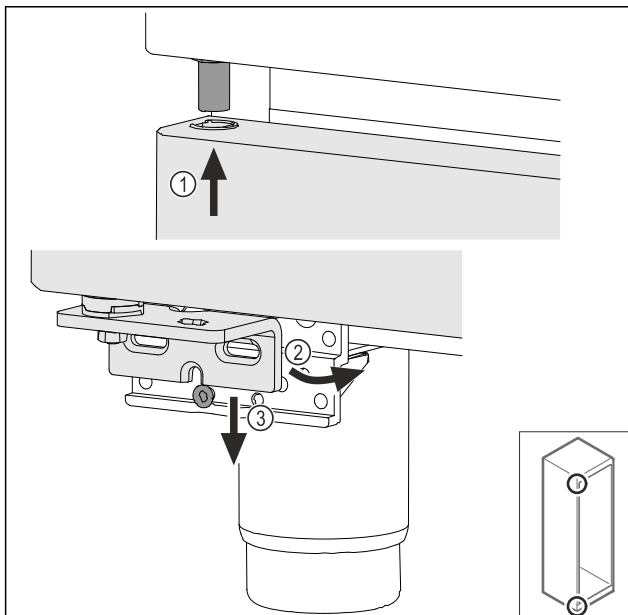

Fig. 39
- ▶ Inserire la porta leggermente inclinata in alto Fig. 39 (1), addezzare la porta Fig. 39 (2) e posizionarla in basso sulla vite del blocco di supporto Fig. 39 (3).